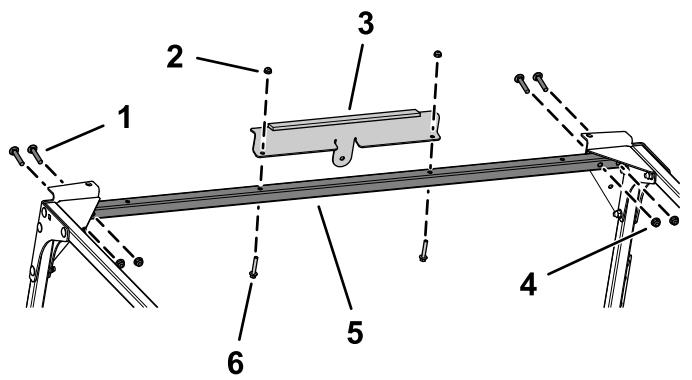

Bild 11
10. Befestigen Sie die vordere Querverbindung lose mit vier Schlossschrauben (5/16" x 1 3/4") und vier Bundmuttern (5/16") an den vorderen Platten und den Eckenverstärkungen, wie in **Bild 11** abgebildet.
11. Befestigen Sie die vordere Stütze mit zwei Sechskantschrauben mit Flansch (1/4" x 1 1/2") und zwei Bundmuttern (1/4") an der vorderen Querverbindung, wie in **Bild 11** abgebildet.